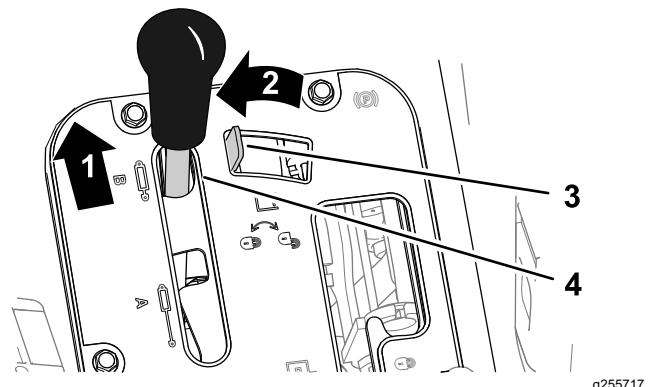
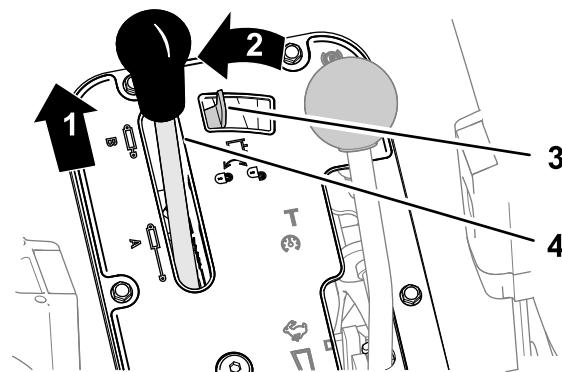

Figure 89
Figure 90
- Poussez le levier de commande hydraulique vers l'avant (Figure 89 ou Figure 90).
- Déplacez le dispositif de blocage de la commande hydraulique vers la gauche pour l'enclencher (Figure 89 ou Figure 90).